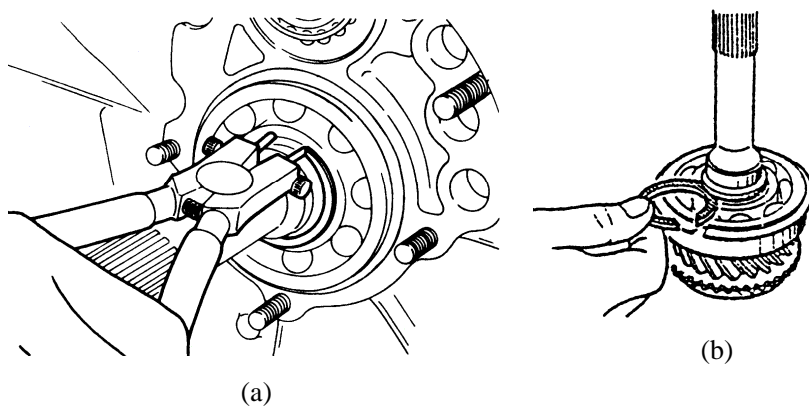

图 3-54 安装弹性圈
(2) 安装弹性圈时，如图 3-54 所示，选择适当的弹性圈进行安装，使主驱动齿轮轴承端隙符合标准值，其标准值为 0~0.06mm。